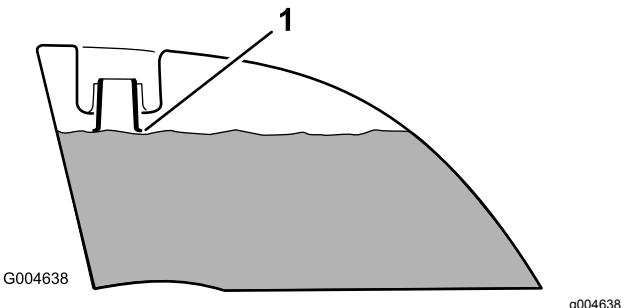

Figure 11
4. Remplissez les deux réservoirs de carburant jusqu'à ce que le niveau atteigne de la base du goulot de remplissage (Figure 11). Ne remplissez pas excessivement les réservoirs de carburant.